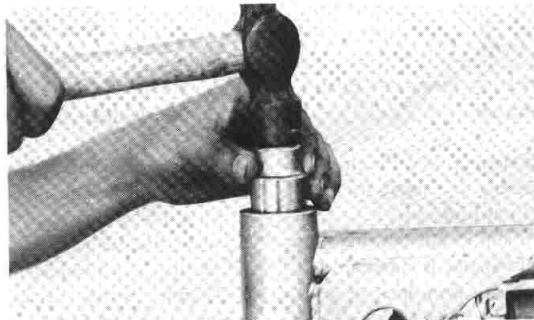

Fig. 5-8-9
1. If pressed-in races have been removed, tap in new races. (Fig. 5-8-9)
1. Si les voies de roulement ont été enlevées, introduisez-en de nouvelles en frappant avec un marteau. (Fig. 5-8-9)